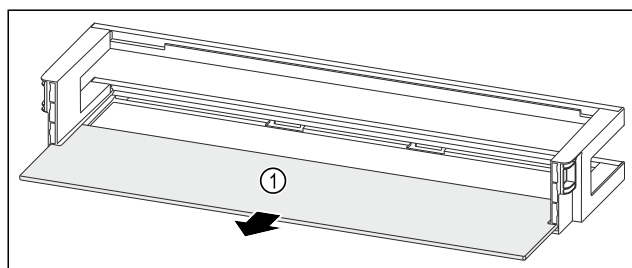

Fig. 171 Balconcino controporta con ripiano
- Rimuovere il ripiano Fig. 171 (1).